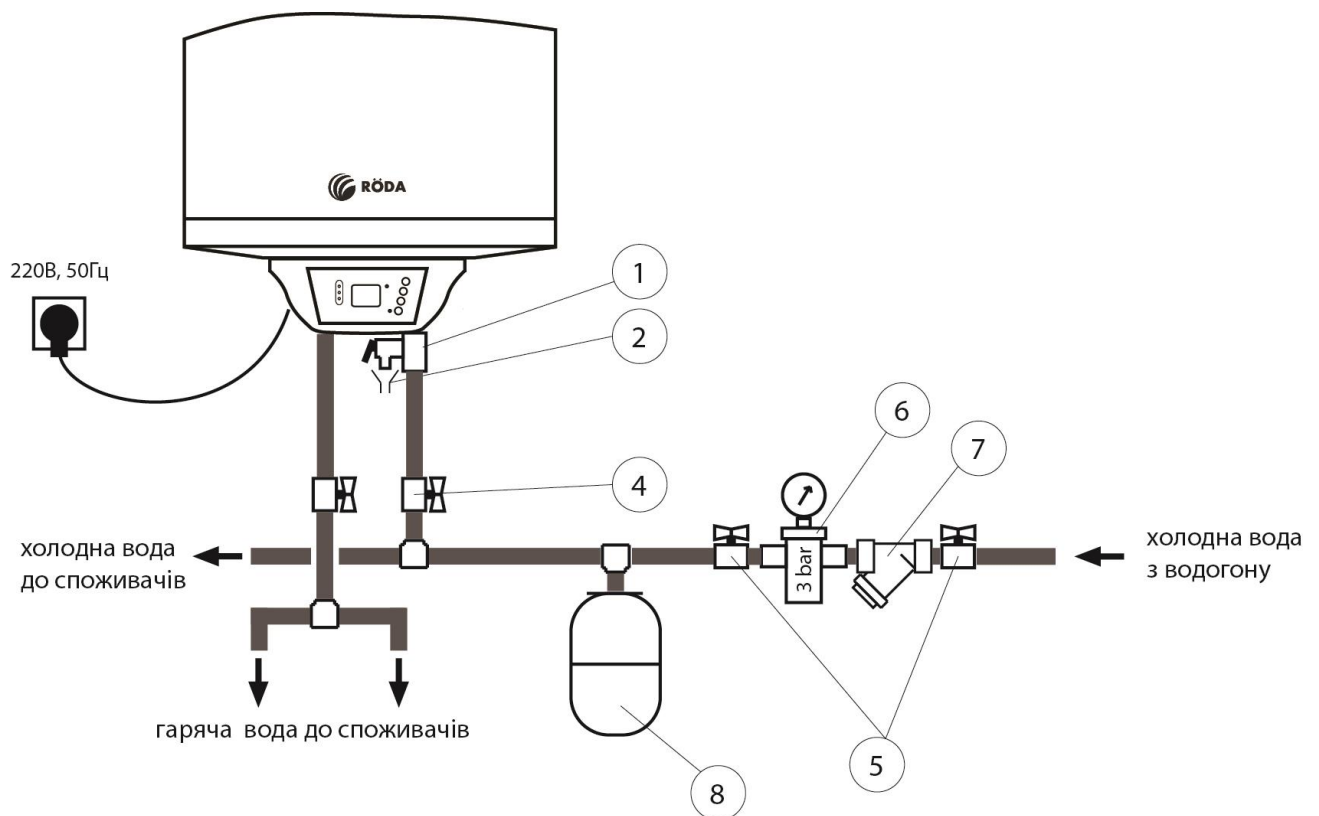

Рис. 4 – Схема підключення до водогону.
- Під час нагріву води з отвору викиду води запобіжного клапана може надходити вода. Це нормальне явище. Однак, у випадку великих витоків слід зв'язатися з фахівцями з технічного обслуговування. Отвір викиду води із запобіжного клапана ні за яких обставин не повинен бути заблокований, в іншому випадку це може призвести до виходу водонагрівача з ладу. При частому спрацюванні запобіжного клапана необхідно проконтролювати тиск холодної води на вході і якщо він перевищує 3 бари встановити редуктор тиску та розширювальний бак (див рис.4).
До патрубку викиду води з запобіжного клапану слід підключити гнучку трубку та вивести її до каналізації. При перевищенні максимального робочого тиску води в водонагрівачеві, запобіжний клапан відкриється та зіллє деяку кількість води в каналізацію. При цьому тиск у водонагрівачеві зменшиться. Запобіжний клапан захистить ваш водонагрівач від виходу із ладу при перевищенні тиску. Запобіжний клапан також виконує функцію зворотного клапану, він не дозволяє воді з приладу витікати в мережу холодного водопостачання. Тому встановлювати запобіжний клапан потрібно тільки на вході холодної води під нагрівачем, як показано на рис. 4.
Відсічні крани 4 (див рис.4) призначені для відключення водонагрівача при проведенні робіт з ремонту або технічного обслуговування.